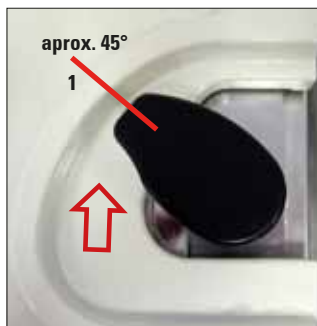

Fig. 72
- Girar el bloqueo de la retorta en el sentido de las agujas del reloj aprox. 45° hasta el tope (Fig. 72, 1) y soltarlo.